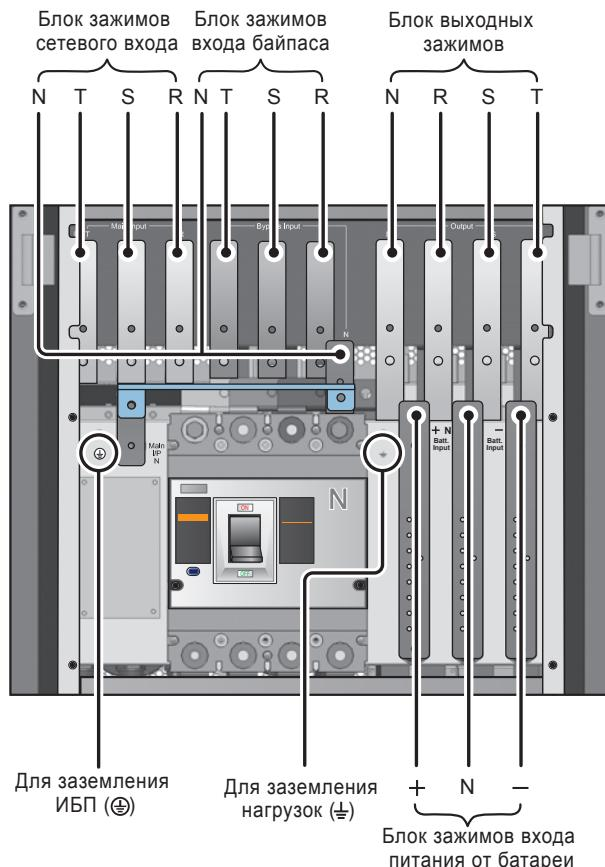

Рис. 5-10. Схема подключения в конфигурации с двумя входами (одиночный ИБП)
3. Подключите кабели к зажимам сетевого входа, входа байпаса, выхода ИБП и входа питания от батарейного кабинета. См. **Рис. 5-10**.
4. Нейтральный проводник источника переменного тока, подключенного к входу байпаса, подключите к зажиму нуля (N) сетевого входа.
3. Подключите кабели к зажимам сетевого входа, входа байпаса, выхода ИБП и входа питания от батарейного кабинета. См. *Рис. 5-10*.
4. Нейтральный проводник источника переменного тока, подключённого к входу байпаса, подключите к зажиму нуля (N) сетевого входа.